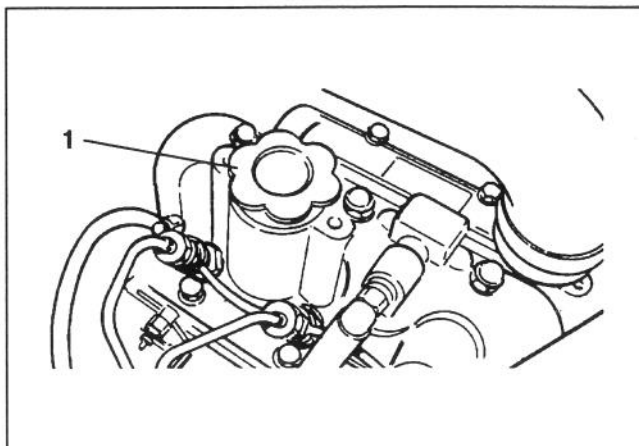

Fig. 2
3. Hvis oliestanden er lav, skal påfyldningsdækslet (Fig. 2) tages af og der skal fyldes olie på lidt ad gangen, indtil olien står op til FULL mærket på målepinden.